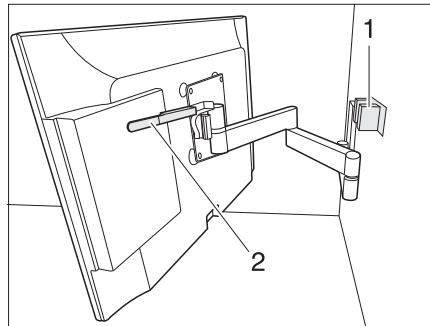

Bild 56 Halterung mit Gelenkarm
- Hebel (Bild 56,2) nach unten drücken um Flachbildschirm aus Arretierung (Bild 56,1) zu lösen. Hebel loslassen.